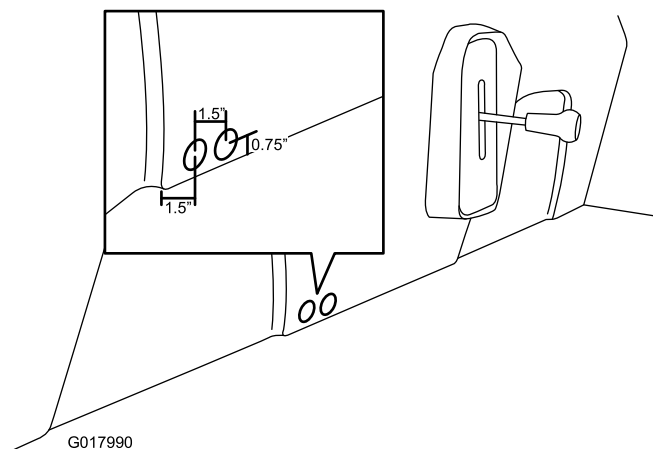

図 19
1. 1 インチの穴ノコを使ってシートベースに穴を2つあける図 19。2層になっているプラスチックを両方とも抜くこと。